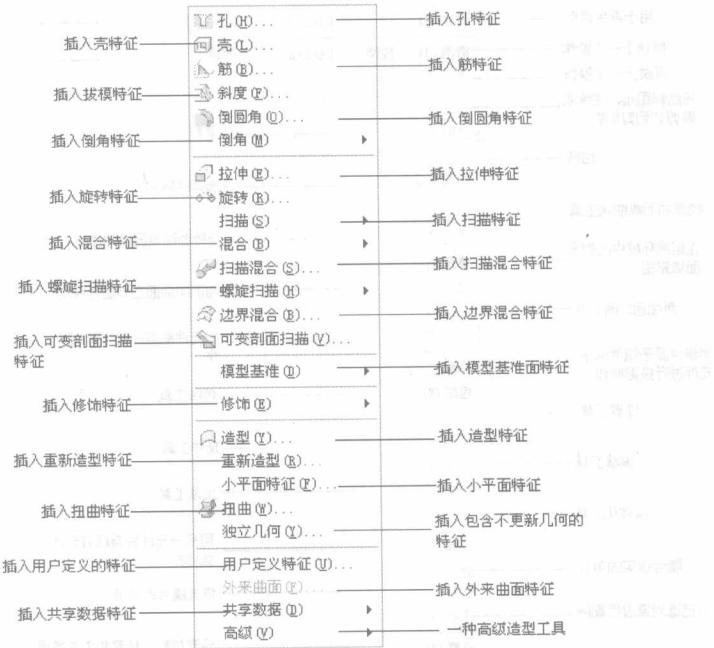

图 1-6 插入菜单
(4) 插入菜单：用来在设计模型中插入所需的单元或特征，包括孔、壳和筋等操作，如图 1-6 所示。